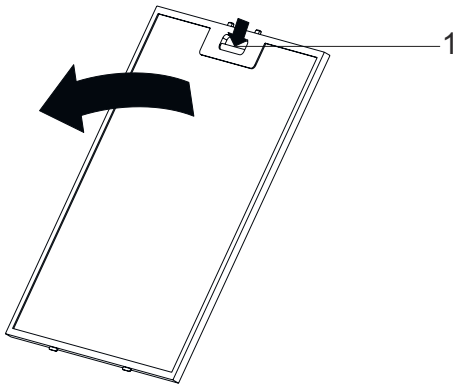

Fig. 7
- Натисніть на виступ алюмінієвого фільтра (1) і потягніть алюмінієвий фільтр у напрямку стрілки (Fig. 7).